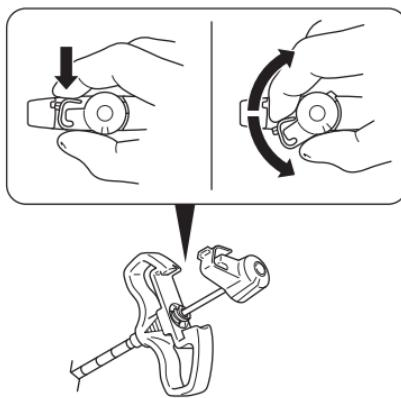

Figure 2 – Retirer le stylet de la canule d'accès
4. Déverrouiller et retirer le stylet de la canule d'accès (voir la Figure 2).